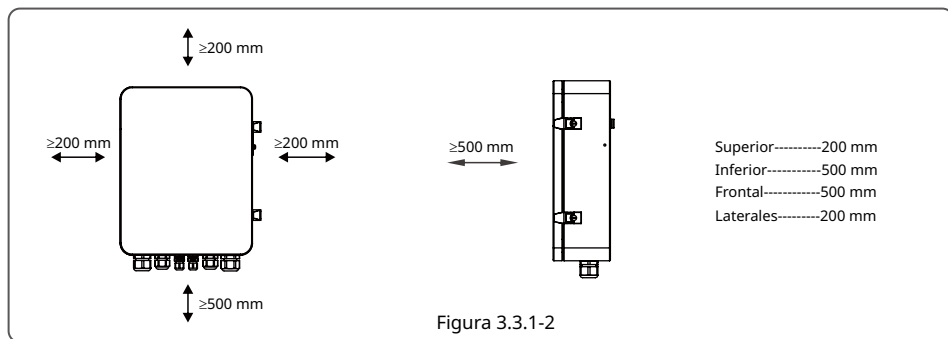

Figura 3.3.1-2
- El SEC1000 debe instalarse en vertical o con una inclinación hacia atrás de menos de 15°. No se permite la inclinación lateral. La zona de conexiones debe estar orientada hacia abajo. Consulte la figura 3.3.1-1.
- Para permitir la disipación del calor, y ofrecer un desmontaje más práctico, el SEC1000 debe contar con un espacio mínimo a su alrededor según los valores indicados en la figura 3.3.1-2.